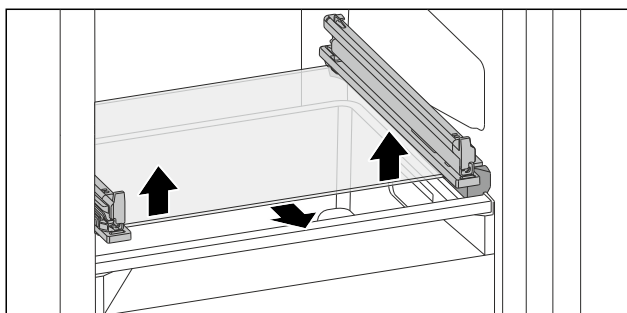

Fig. 131 Ripiano in vetro del cassetto ribaltabile
- Premere il ripiano in vetro dal basso verso l'alto su entrambi i lati. (vedere Fig. 131)